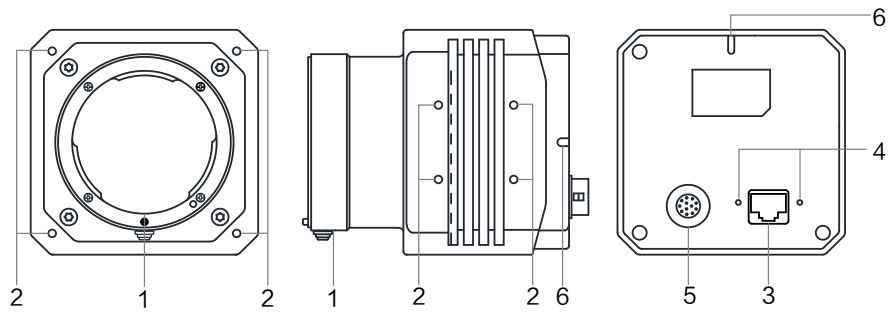

图4-5 F 口, 不带风扇
- 图4-5为 F 口，不带风扇的千兆网口面阵相机外观。
- F 口，不带风扇（图4-5）